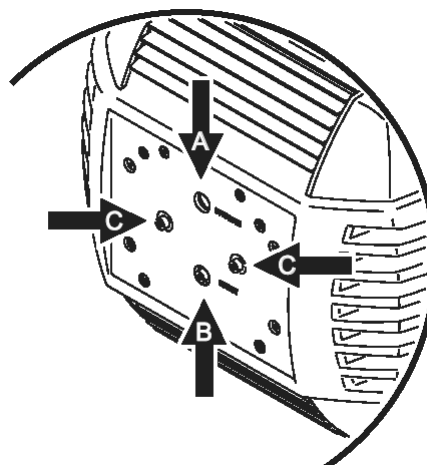

Рис. 5: Юстировка лампы
2. Посмотрите на рис. 5. Вертикальное позиционирование фокуса производится при помощи регулировочного винта А. Горизонтальное позиционирование фокуса производится при помощи регулировочных винтов С.